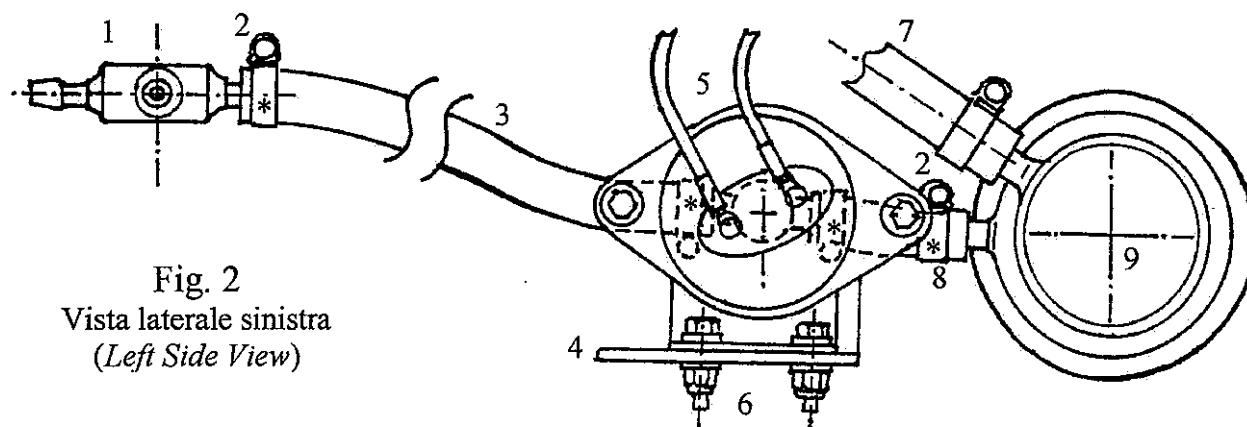

Fig. 2
- 3) Allentare le fascette stringitubo evidenziate in fig 2 con un asterisco (*) utilizzando un cacciavite a taglio.
- 4) Rimuovere il tubo di collegamento (componente n° 3 in fig. 2) tra il raccordo a "T" della sonda di pressione e raccordo a 4 vie, facendo scolare in un recipiente l'eventuale carburante residuo.
- 5) Svitare i 2 bulloni autobloccanti di fissaggio del sostegno della sonda di pressione (vedi componente n° 6 di fig. 2) con una coppia di chiavi da 7 mm (far attenzione a non perdere le relative rondelle e non danneggiare le connessioni elettriche del sensore).
- 6) Rimuovere il tubo di collegamento (componente n°8 di fig. 2) fra raccordo a "T" della sonda pressione carburante e pompa meccanica.
- 3) Ease the hose screw clamps indicated with an asterisk (*) in fig. 2, using a cut screwdriver.
- 4) Remove the hose (component n° 3 in fig. 2) connecting the sensor "Tee" connector and the "cross" fitting, draining the possible residual fuel in a vessel.
- 5) Unscrew the 2 locknuts fixing the pressure sensor support (see component n° 6 in fig. 2) with a couple of 7mm wrenches (be careful not to loose the relevant washers and not to damage the sensor electric connections).
- 6) Remove the hose (component n° 8 in fig. 2) connecting the sensor "Tee" connector and the mechanical fuel pump.
Legenda di Fig. 2 (Legend of Fig. 2)